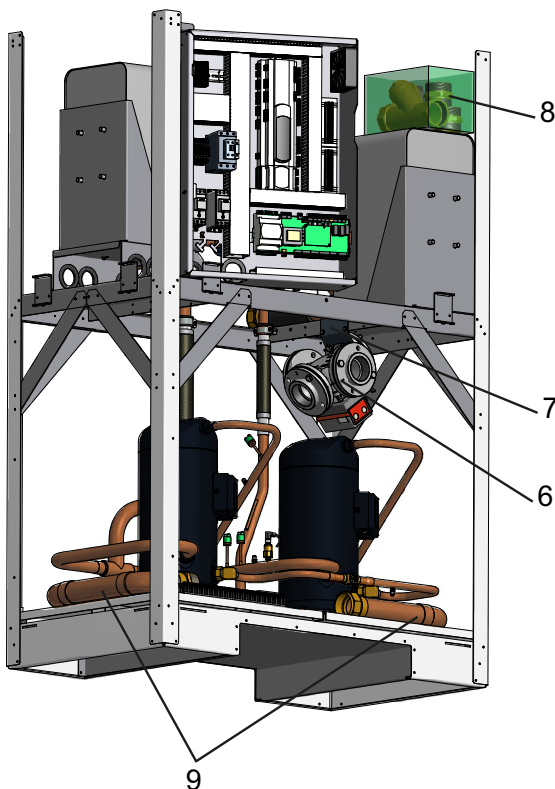
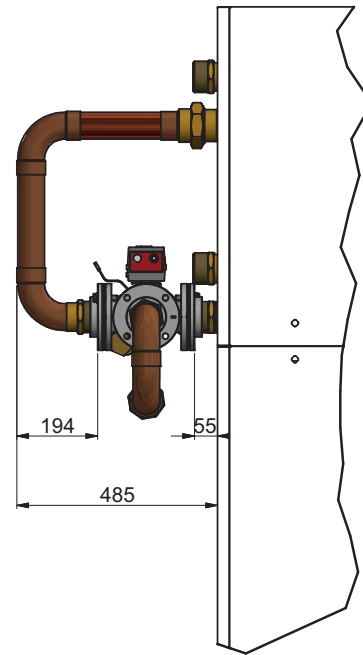

Abb. 7.1:
Abb. 7.2:
Das mit dem Stellmotor vormontierte hydraulische 4-Wege-Umschaltventil (6) ist mit seinen Gewindeflanschen an einem Transportblech (7) im Geräteinnenraum befestigt (siehe Abb. 7.1 auf S. 6). Nach der Demontage des hydraulischen 4-Wege-Umschaltventil aus dem Geräteinnerraum ist das Transportblech (7) zu entfernen. Die Gewindeflansche des 4-Wege-Umschaltventils sind zu lösen. Die Verbindungselemente und Flanschdichtungen sind zusammen mit dem Schmutzfilter im Beipackkarton (8) auf dem Plattenwärmetauscher abgelegt. Auf der Grundplatte der Wärmepumpe sind zwei vormontierten Rohrbaugruppen (9) abgelegt. Diese Rohrbaugruppen sind wie in Abb. 7.2 auf S. 6 gezeigt mit den Gewindeflanschen zu verbinden.
Hierbei sind die in Abb. 7.2 auf S. 6 gezeigten Abstandsmaße durch den Eindichtvorgang zwischen Doppelnippel und Gewindeflansch an der Wärmepumpe einerseits und zwischen der Rohrbaugruppe „Heizwasser-Vorlauf“ und Gewindeflansch andererseits zu realisieren. Ist die erforderliche Einbauposition erreicht sind die Flansche mit den beiliegenden Dichtungen durch Schrauben, Scheiben und Federringen mit dem hydraulischen 4-Wege-Umschaltventil zu verbinden.